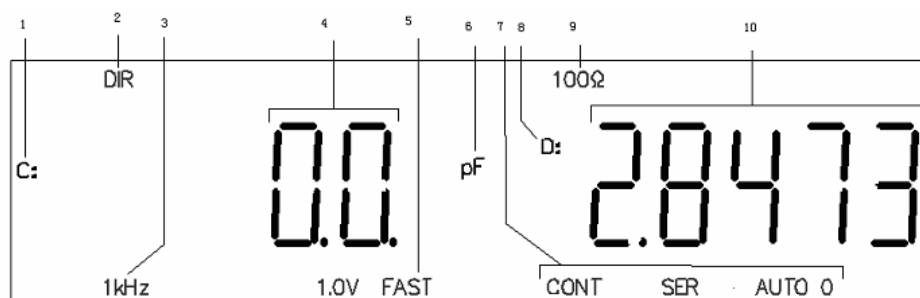

图 3.1 测试状态示意图
2) 延时后进入测试状态。如图 3.1 所示，实际情况有可能不同。